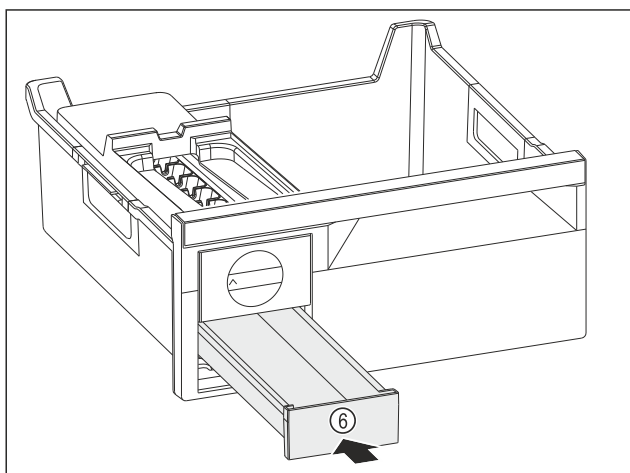

Fig. 193
- Wsunąć szufladę na kostki lodu Fig. 193 (6).